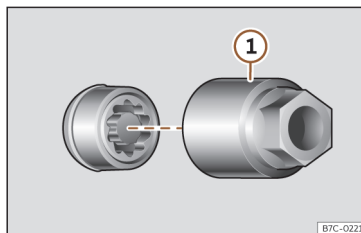

Fig. 201 Parafuso antirroubo com capa de proteção e adaptador.
- Encaixe o adaptador especial >>> **Fig. 201** ① (ferramenta de bordo >>> Página 323) no parafuso antirroubo da roda até ao limite.